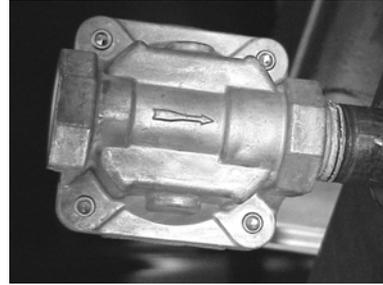
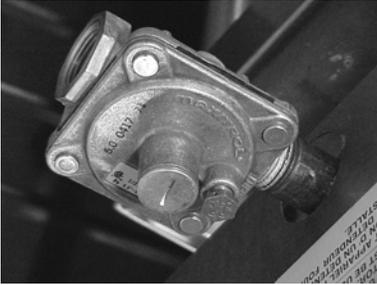

Fig. 2
Fig. 3
Ce grill est offert avec un régulateur de pression du gaz convertible pré-régulé à 10 cm de colonne d'eau (CE) pour le gaz naturel. Aucun réglage supplémentaire ne devrait être nécessaire. Installez le régulateur aussi près que possible du grill sur la conduite d'alimentation en gaz. Assurez-vous que la flèche au-dessous du régulateur est orientée dans la direction de la circulation du gaz au grill (Fig. 2) et que le régulateur est placé avec le bouchon d'aération ainsi que le couvercle de la prise de conversion à droite (Fig. 3).